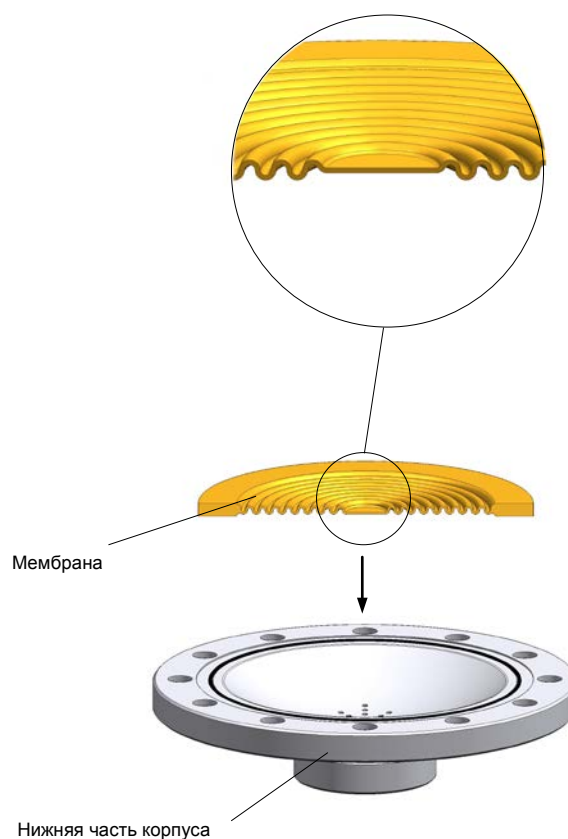

Рис. 30 Замена мембраны (исполнение из стали 1.4571)
- Вставить новую мембрану выпуклой стороной вниз (у демпфера пульсации из стали 1.4571 с мембраной из ПТФЭ) (см. рис. 30).